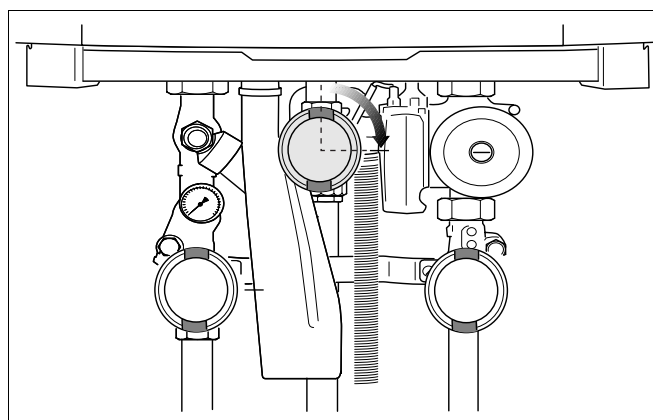

Fig. 74 Închideți robinetul de gaz
- Închideți robinetul de gaz (Fig. 74).
- Dacă nu mai răsuflă aer închideți robinetul de gaz (Fig. 74).